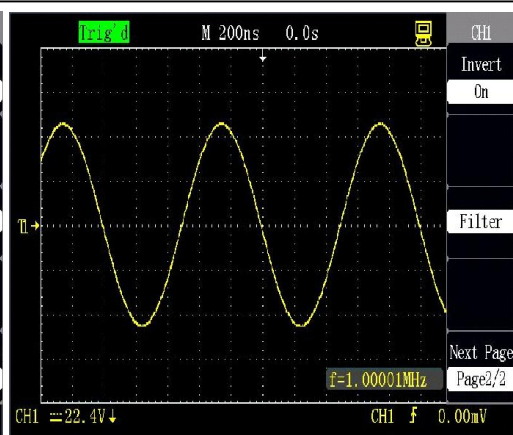

Figura 2-15 Inverso ligado
2. Pressione [CH1→] "Inverse→" "ON" e inverta o sinal exibido em 180 graus com relação ao nível elétrico zero como referência, como mostrado na figura 2-15.